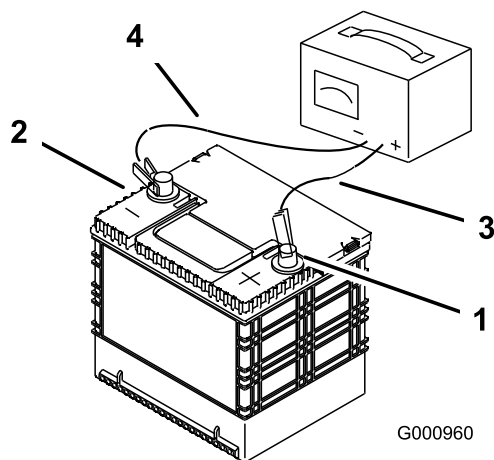

Figure 40
2. Quand la batterie est chargée au maximum, débranchez le chargeur de la prise, puis débranchez les fils du chargeur des bornes de la batterie (Figure 40).